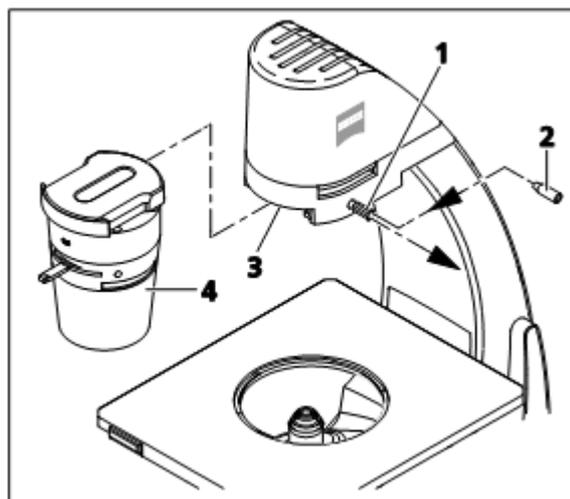

图 4 插入聚光镜
- 从前方将聚光镜（图 4/4）插入滑槽（图 4/3）中，并将其推至末端。
- 拧紧内六角沉头螺钉或滚花圆柱头螺钉（图 4/1）来锁定聚光镜。螺钉随显微镜一起提供。
如果频繁更换聚光镜，或者在不使用聚光镜的前提下使用较大的玻璃容器，请使用滚花圆柱头螺钉而非内六角沉头螺钉来锁定聚光镜（图 4/2）。